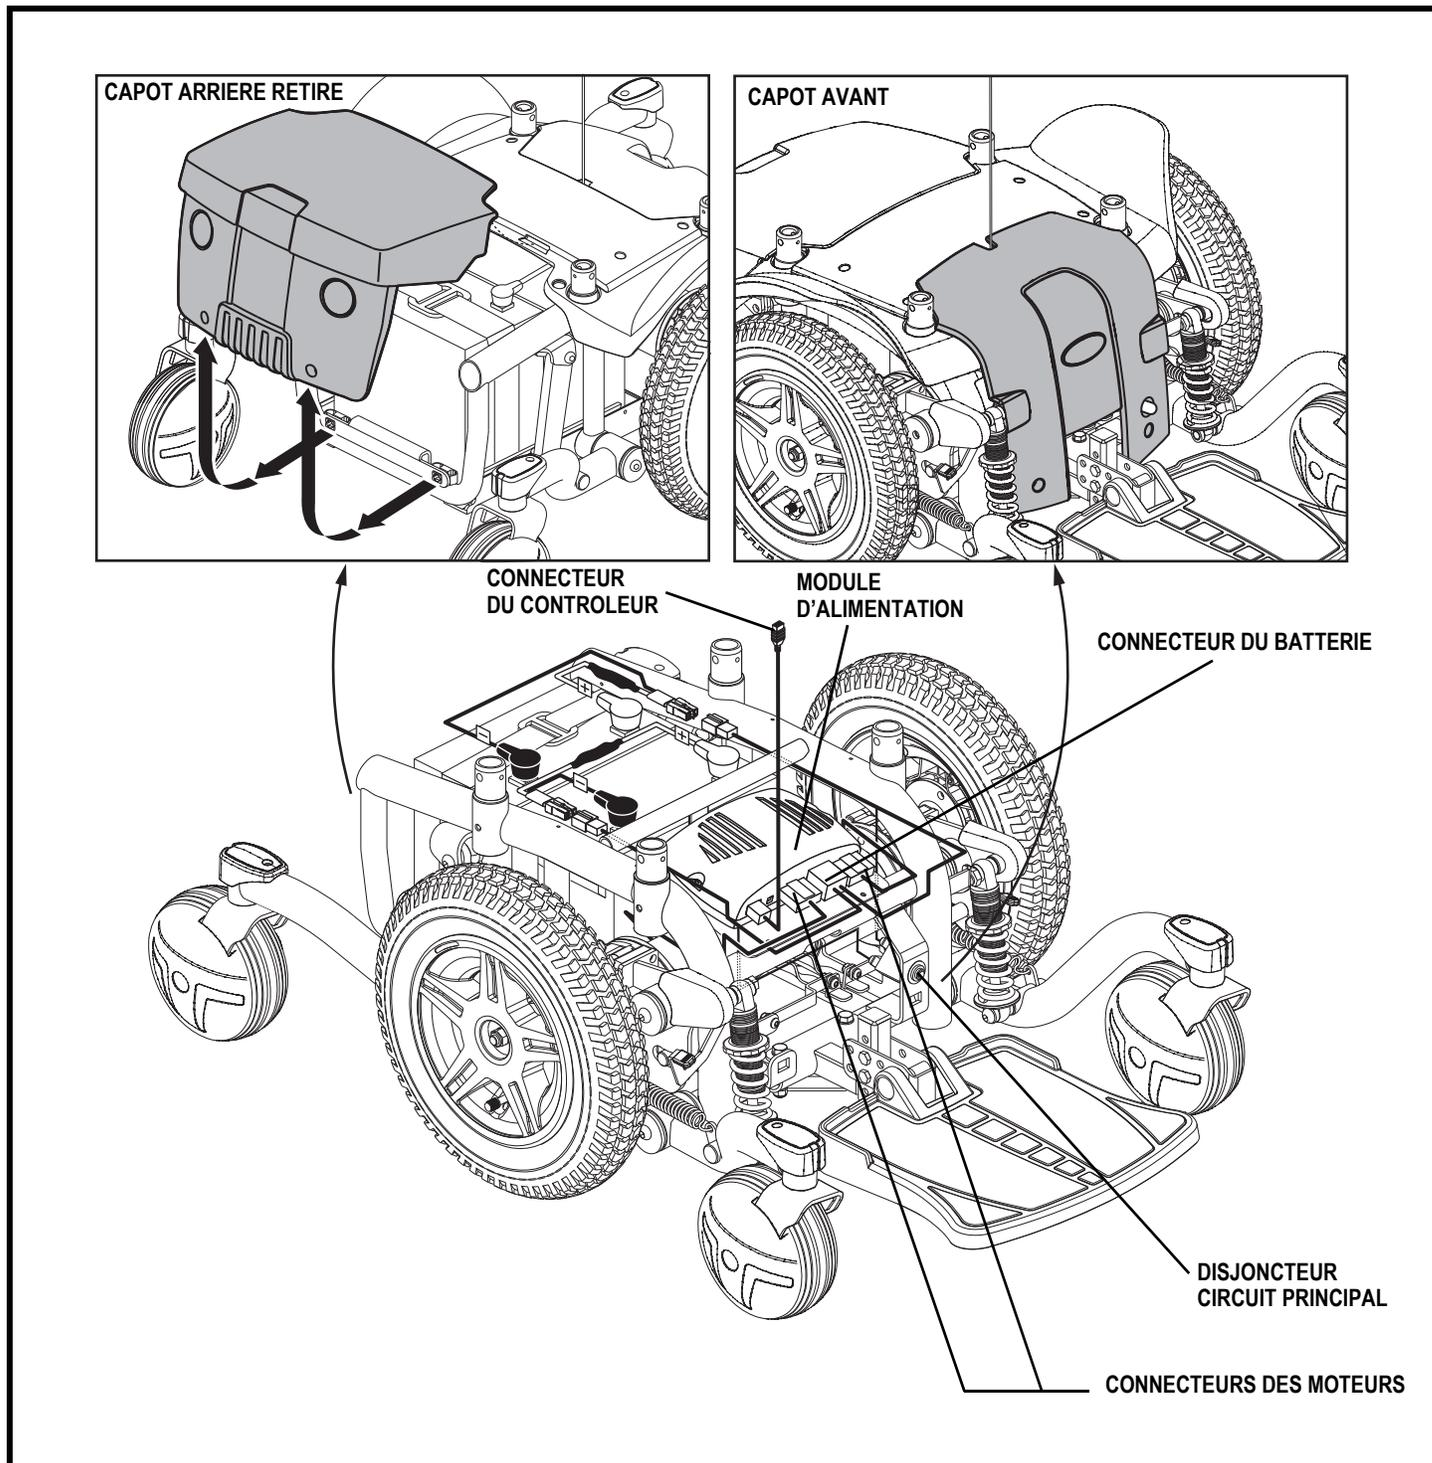

Figure 7. Composantes électroniques du Quantum 614
Les composantes électroniques sont situées soit à l'intérieur ou à l'extérieur de la base motorisée. Le disjoncteur du circuit principal est situé sur le devant de la base motorisée. Le module d'alimentation est situé au coeur de la base motorisée. **Voir la figure 7.**
6. Branchez le connecteur du contrôleur dans la base motorisée. **Voir la figure 7.**
2. Débranchez le/les connecteur(s) du contrôleur de la base motorisée. **Voir la figure 7.**